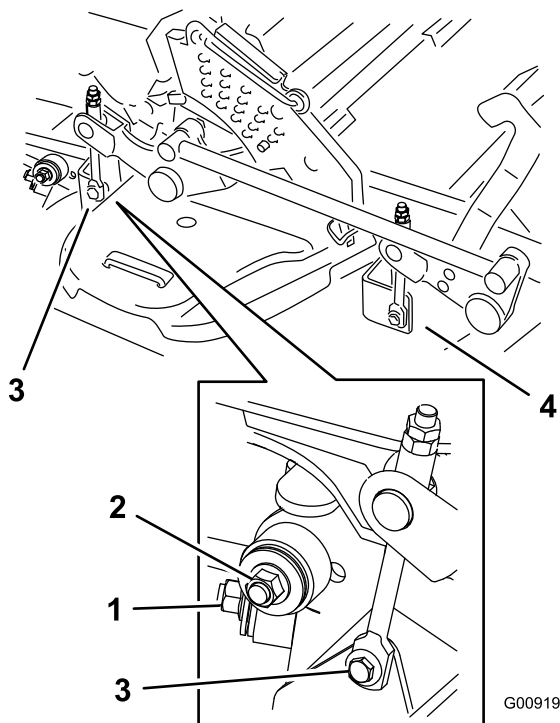

Figura 99
7. Retire y guarde los herrajes de ambos lados de la carcasa (Figura 99).